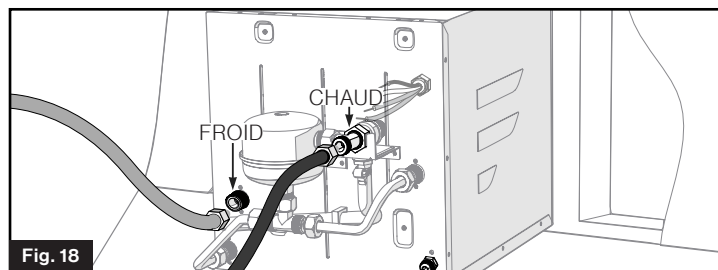

Fig. 18
- Raccordez les conduites d'eau CHAUDE et d'eau FROIDE aux raccords appropriés NPT $\frac{1}{2}$ po. (Fig. 18)
1. Vérifiez si l'interrupteur d'alimentation du chauffe-eau est en position « OFF » (ARRÊT). (Fig. 18)
1. Vérifiez si l'interrupteur d'alimentation du chauffe-eau est en position « OFF » (ARRÊT). (Fig. 18).